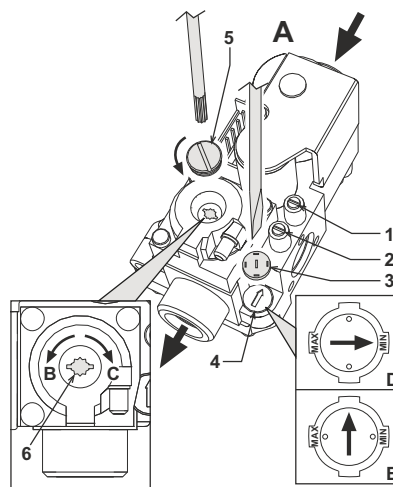

fig. 17 - Réglage de la pression
Sur les chaudières PEGASUS D, la puissance thermique du foyer - et par conséquent, la puissance thermique fournie à l'eau de chauffage - peut être réglée en agissant simplement sur le réglage du brûleur principal par le biais de la vanne à gaz (voir fig. 17). Les diagrammes du paragraphe cap. 5.2 illustrent la variation de la puissance thermique fournie à l'eau en fonction de la pression de fonctionnement du brûleur. Le fait de pouvoir adapter la puissance de la chaudière aux exigences spécifiques de chauffage permet principalement de réduire les dispersions et donc d'économiser du combustible. De plus, grâce à la variation de la puissance, réglementée également par la loi, les chaudières maintiennent inaltérées les valeurs de rendement et les caractéristiques de combustion.
1. À l'aide d'un petit tournevis, ôter le capuchon de protection 5 de l'opérateur secondaire de la vanne à gaz de fig. 17.
2. Replier un manomètre à la prise de pression 2 (fig. 17) montée en aval de la vanne à gaz ; tourner le bouton du thermostat de la chaudière sur la position maximum.
3. Régler la pression à l'aide de la vis 6 (fig. 17) sur la valeur désirée, conformément aux diagrammes du paragraphe cap. 5.2.
2. Ôter le petit capuchon de protection 3 de la vanne à gaz (fig. 17). À l'aide d'un petit tournevis, régler le "STEP" d'allumage pour le gaz souhaité (**G20-G25** position **D** fig. 17, ou **G30-G31** position **E** fig. 17) ; remettre ensuite le capuchon.
- Purger l'air présent dans les tuyauteries du gaz à l'aide de la prise de pression 1 de la vanne à gaz (fig. 17).